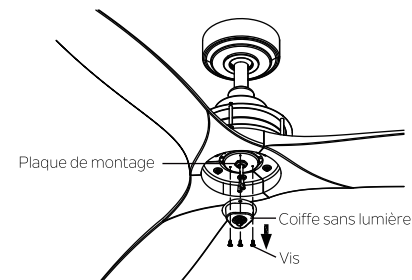

Fig. 22
**Étape 2.** Retirez la coiffe sans lumière de la plaque de montage en dévissant les 3 vis que vous conservez pour la suite. (Fig. 22)